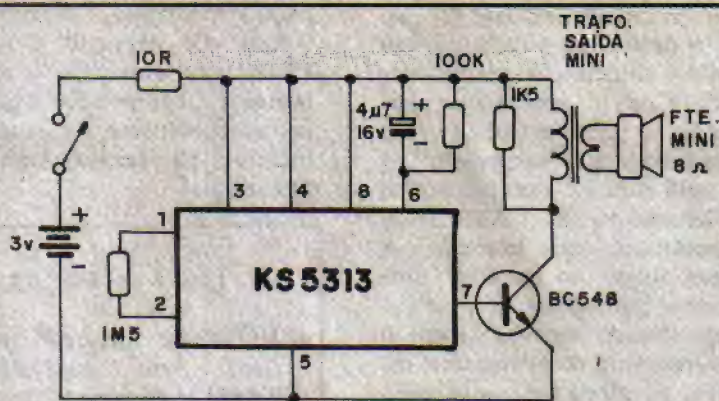

Fig. 1
– **FIG. 1 – O CIRCUITO** – A quase inacreditável simplicidade do circuito fica clara na fig. 1, que mostra o esquema da CAIXINHA DE MÚSICA 5313. Além do próprio Integrado (DIL de 8 pinos, do tamanho de um 741 ou de um 555...), alguns poucos resistores, um único capacitor eletrolítico, um transistor